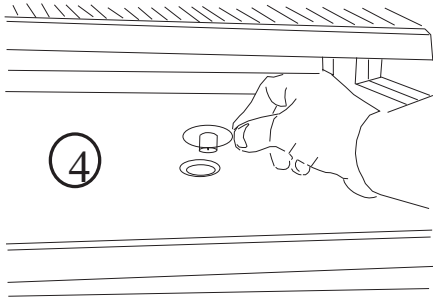

Fig.8
1. Aprire la porta. **2.** Afferrare con le mani la guarnizione ed estrarla dall'incastro nel profilo della porta. **3.** Sostituirla con la nuova guarnizione, avendo cura di premere in successione su tutto il perimetro (Vedi Fig.8).